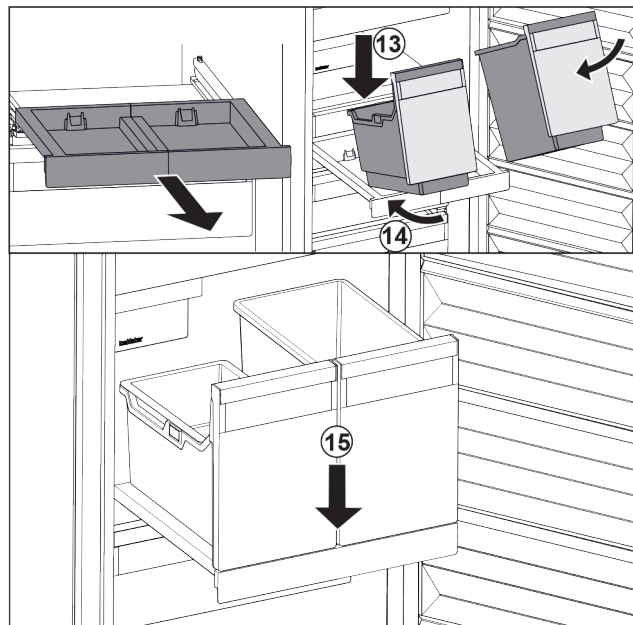

Fig. 197
- ▶ Vendosni kutinë pjerrtas mbi raftin me tërheqje. *Fig. 197 (13)*
- ▶ Shtyjeni kutinë brenda pjerrtas për nga prapa. *Fig. 197 (14)*
- ▶ Uleni poshtë kutinë përpara. *Fig. 197 (15)*